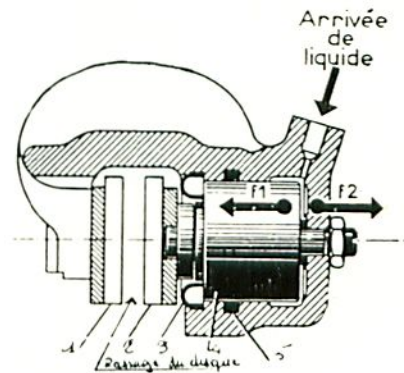

Figure F 2.
— (Fig. F 2). Un piston (4) dans lequel est incorporé le réglage automatique assurant un jeu constant entre garnitures (1) et (2) et disque. Un joint d'étanchéité (5), un capuchon de protection en caoutchouc (3).
FONCTIONNEMENT DU FREIN A DISQUE (Fig. F 2)